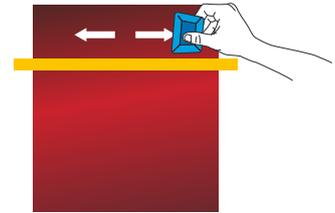

FIG 04
- › Comience aplicando el film con una espátula (de fieltro) formando un ángulo de 45°, desde el centro hacia los bordes. (FIG. 04)